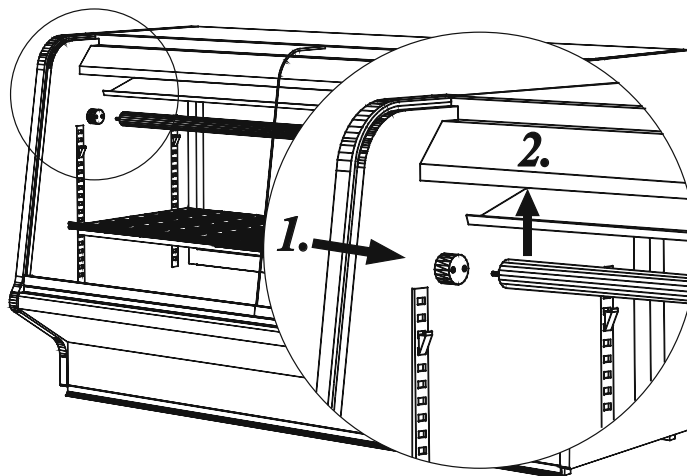

Рис.5
2. Смена люминесцентной лампы (рис.5):